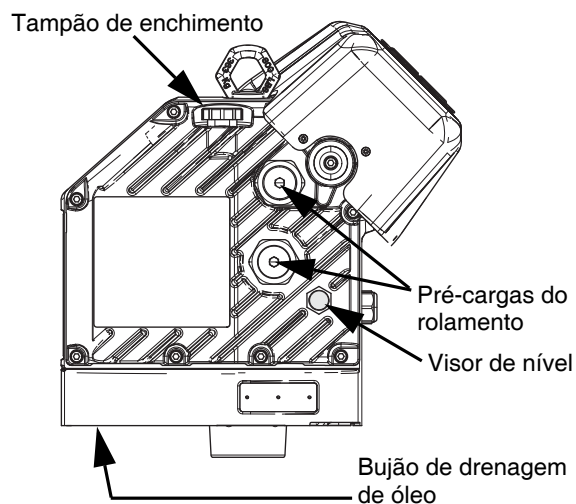

FIG. 14: Visor de nível e tampão de enchimento de óleo
3. Retire o bujão de drenagem de óleo. Consulte a FIG. 14 quanto à localização do bujão de drenagem. Deixe todo o óleo drenar do motor.
Consulte a FIG. 14 abaixo. Verifique regularmente o nível do óleo através do visor de nível. O nível do óleo deve situar-se perto do ponto intermédio do vidro de observação quando o pulverizador não estiver a funcionar. Se o nível do óleo for baixo, abra o tampão de enchimento e ateste com óleo para engrenagens sintético sem silicone Graco Ref.ª 16W645 ISO 220.